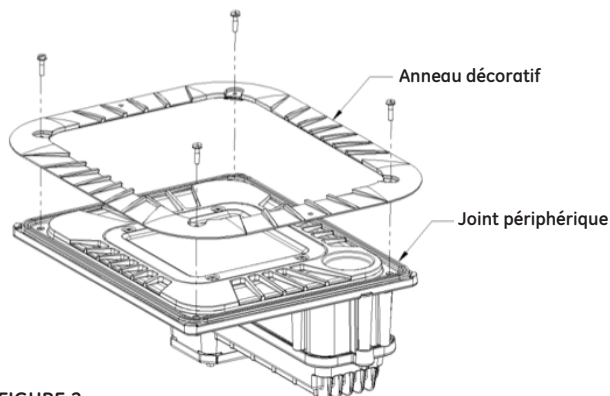

FIGURE 2
- B. Enlevez les 4 vis du luminaire pour enlever l'anneau décoratif. Rangez l'anneau et les vis pour utilisation ultérieure. (Voir Fig. 2).